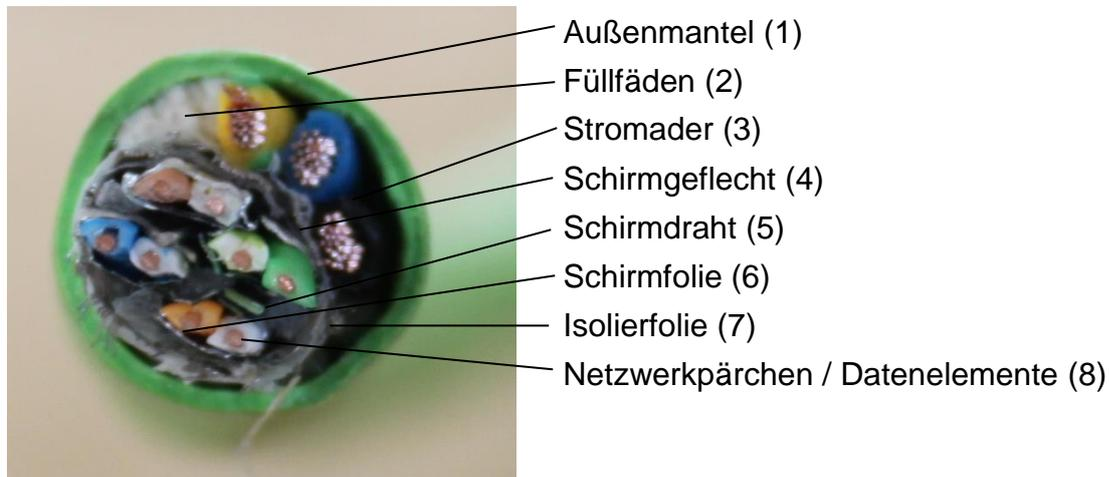

Abb. 2.1 – Kabelquerschnitt
Den grünen Außenmantel (siehe Kapitel 2.1 Abb. 2.1 (1)) über eine Länge von 25 cm absetzen und die Isolierfolie (7) abschneiden. Darauf achten, dass die einzelnen Adern nicht verletzt werden. Die weißen Füllfäden (2) und die Folie um die Netzkabel (6) entfernen, den Schirm vereinzeln. Anschließend den Schirmdraht (5) und das Schirmgeflecht (4) abschneiden und die Folie um die Kabel entfernen. Für die Knetverschraubung müssen die Kabelpärlchen (8) aufgedreht werden.